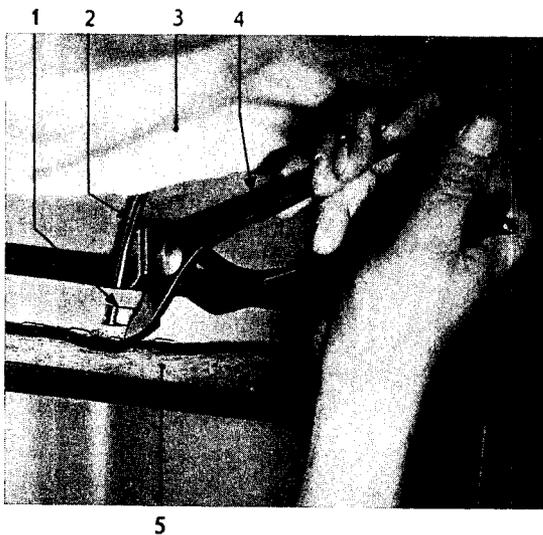

Bild 214 - Spriegelhalterungen im Dachrahmen zusammendrücken
11. Alle Spriegelhalterungen im Dachrahmen mit einer abgewinkelten Rohrzanze zusammendrücken, so daß alle Spriegel fest in den Halterungen sitzen (Bild 214).